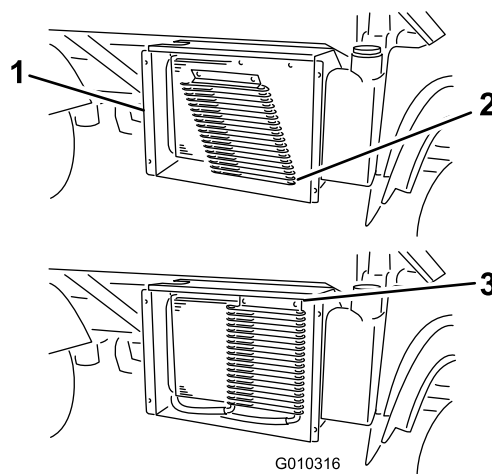

Figura 51
6. Se presenti, ruotate i fermi e spostate il refrigeratore dell'olio dal radiatore (Figura 51).